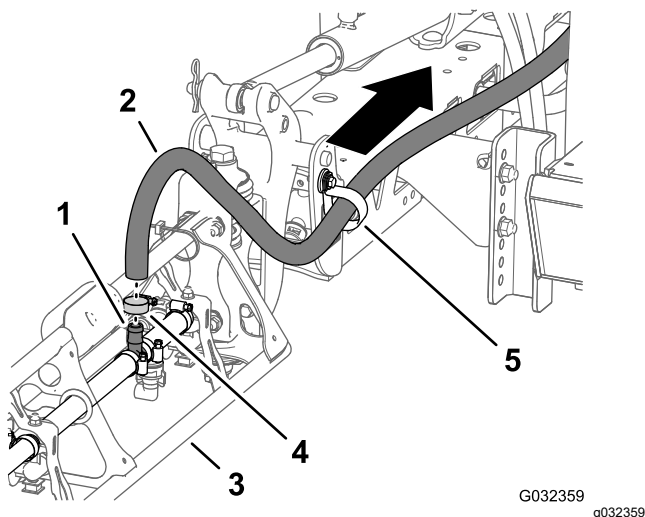

Figura 37
1. En la sección de brazo exterior, retire la abrazadera que sujeta la manguera de suministro de la sección de brazo al conector en T dentado (Figura 37).
2. Retire la manguera del conector en T (Figura 37).
3. Retire el extremo libre de la manguera de la abrazadera en R (Figura 37).